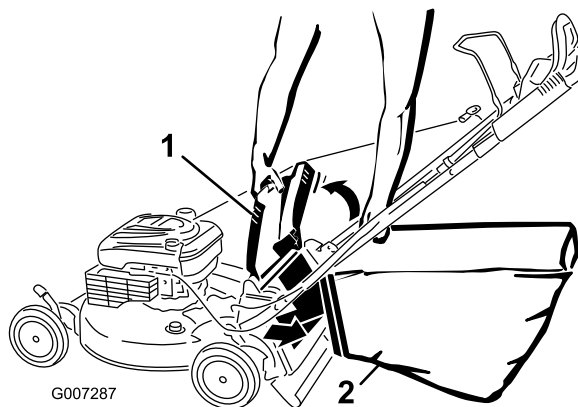

Figure 31
4. Accrochez le bord supérieur avant du bac sur les crans (Figure 31).